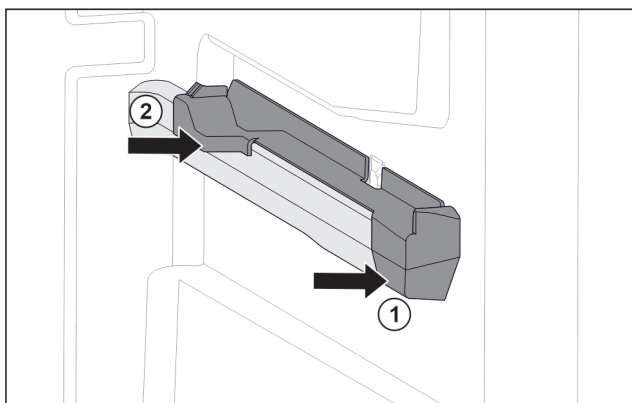

Fig. 94 Наставка върху дясното ребро на съда
- ▶ Поставете наставката отпред към реброто на съда. Fig. 94 (1)
- ▶ Притиснете наставката отзад. Fig. 94 (2)